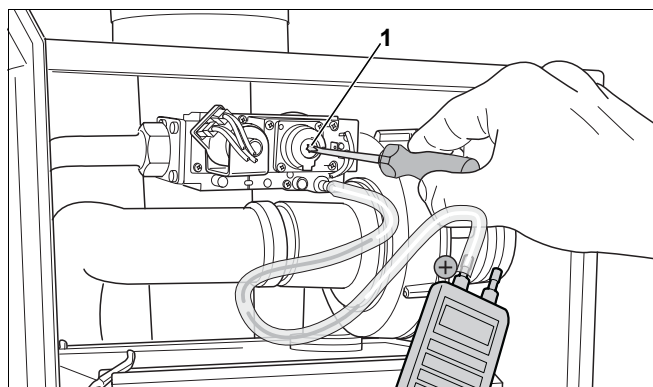

Fig. 85 Reglați raportul gaz/aer
- În cazul unei devieri reglați raportul gaz/aer cu șurubul de setare (Torx 40 H) (Fig. 85, **Poz. 1**). Șurubul de setare se află în spatele șurubului de protecție (Torx 40 H).